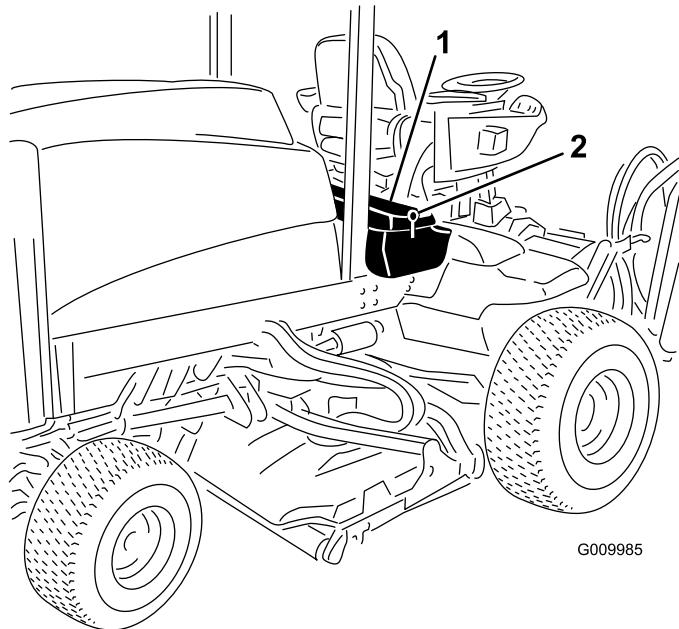

Figura 49
1. Desaperte o trinco da cobertura da caixa de armazenamento direita e levante a cobertura (Figura 49).